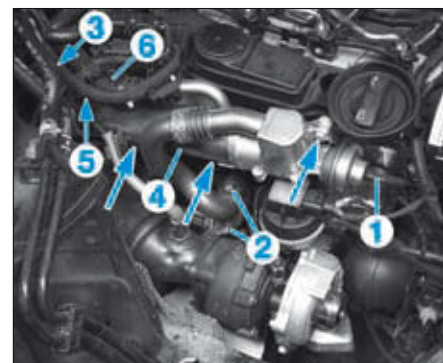

FIG. 62
- Débrancher le tuyau à dépression (1) de la capsule (Fig.62).
- les vis (2) de la canalisation d'échappement sur le collecteur,
- les vis de la canalisation de sortie (3) de l'échangeur eau/EGR (4).
- Installer les pincés-durits sur les durits d'eau (5) et (6).
- Débrancher les durits d'eau (5) et (6) de l'échangeur (4).
- l'échangeur (3).